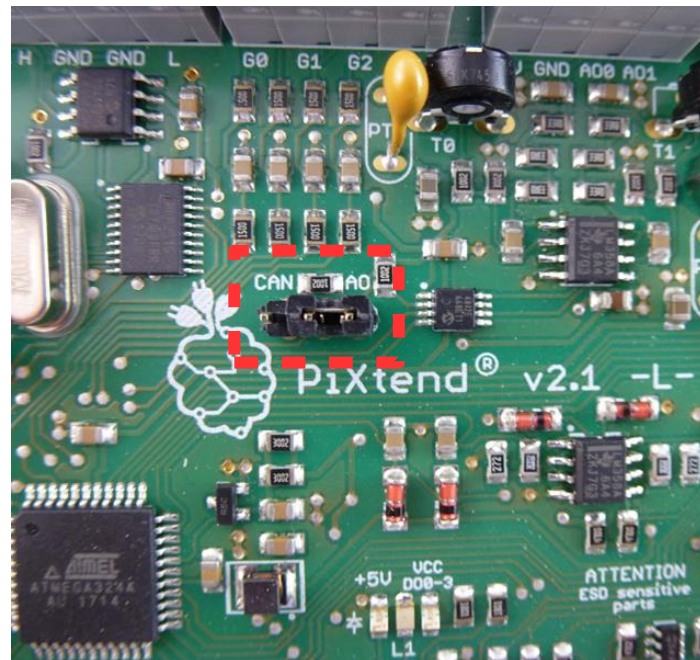

Abbildung 77: Jumper für die Umschaltung zwischen AO und CAN
Der Digital/Analog-Wandler (DAC) für die AOs ist über SPI mit dem Raspberry Pi verbunden. Da sich die analogen Ausgänge (AO) und der CAN-Controller einen SPI-Chip-Select (CS1) teilen, muss eine Vorwahl getroffen werden. Dazu wird der Jumper (Abb. 77) auf die Stellung „AO“ gesetzt (Standard-Konfiguration bei der Lieferung der Baugruppe).